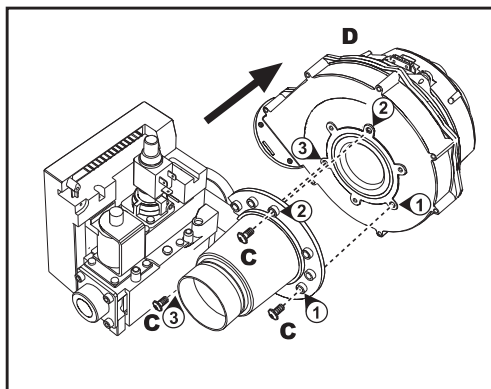

рис. 56 - Модель **ENERGY TOP B 125 - 250**
6. Открутите винты “С” и отсоедините вентилятор “D” (рис. 56 - только на модели **ENERGY TOP B 125 - 250**)